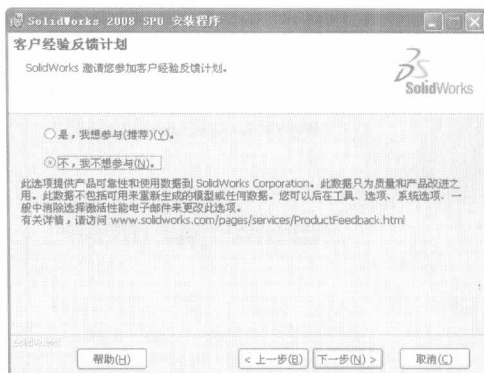

图 1-6 【客户经验反馈计划】对话框
(6) 若不想安装该搜索功能, 选中 **【否(N)】** 单选按钮, 单击 **下一步(N) >** 按钮, 进入 **【客户经验反馈计划】** 对话框, 如图 1-6 所示。